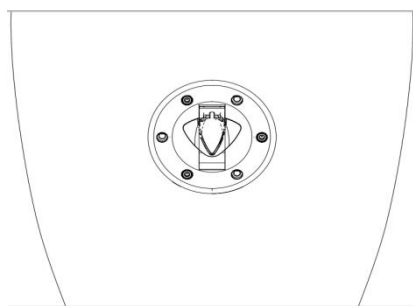

Рис. 10. Крышка топливного бака
4.7. Способ открывания крышки топливного бака (Рис. 10)